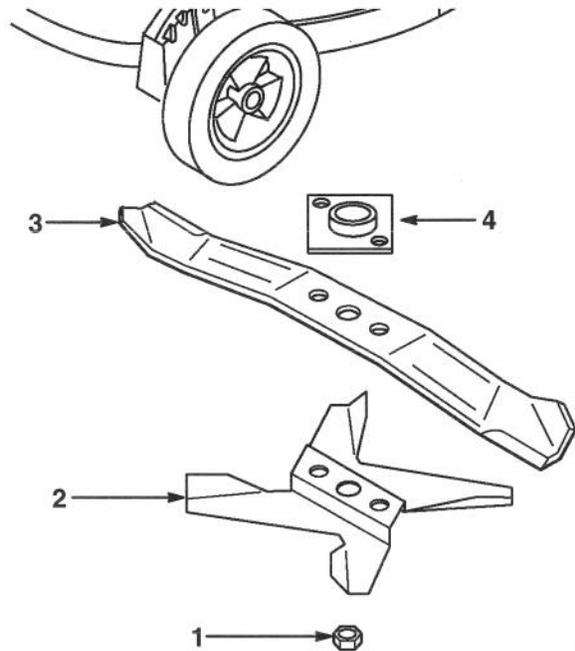

Figure 26
1. Retirer l'écrou de lame et l'hélice de paillage (Fig. 26).
2. Séparer la lame de sa plaque d'entraînement (Fig. 26).
1. Installer la plaque d'entraînement sur le vilebrequin (si elle a été retirée) (Fig. 26).